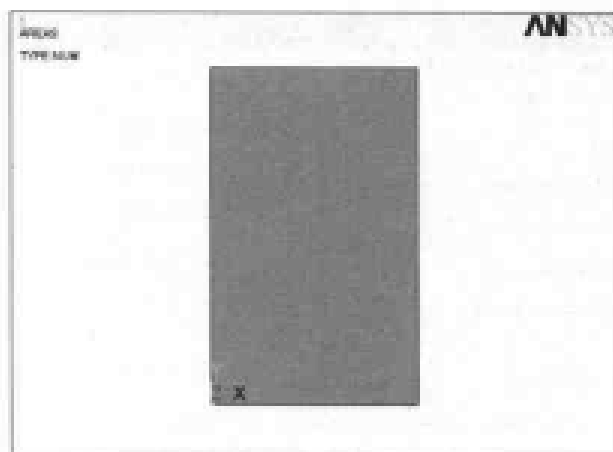

图 9-76 生成的几何模型结果显示
(3) 选择 Utility Menu | Plot | Keypoints | Keypoints 命令。
(4) 选择 Utility Menu | PlotCtrls | Numbering 命令，出现 Plot Numbering Controls 对话框，选择 KP Keypoint numbers 选项，使其状态从 Off 变为 On，单击 OK 按钮关闭该对话框。
(5) 选择 Main Menu | Preprocessor | Modeling | Create | Lines | Lines | In Active Coord 命令，出现 Lines In Active 菜单，用鼠标在 ANSYS 显示窗口选择编号为 1、2 的关键点，生成第 1 条线段；选择编号为 2、3 的关键点，生成第 2 条线段；选择编号为 3、4 的关键点，生成第 3 条线段；选择编号为 4、1 的关键点，生成第 4 条线段，单击 OK 按钮，关闭该菜单。
(6) 选择 Main Menu | Preprocessor | Modeling | Create | Areas | Arbitrary | By Lines 命令，出现 Create Area by L 菜单。在文本框中输入 1, 2, 3, 4，单击 OK 按钮关闭该菜单。
(7) 选择 Utility Menu | Plot | Areas 命令。ANSYS 窗口显示如图 9-76 所示的几何模型。